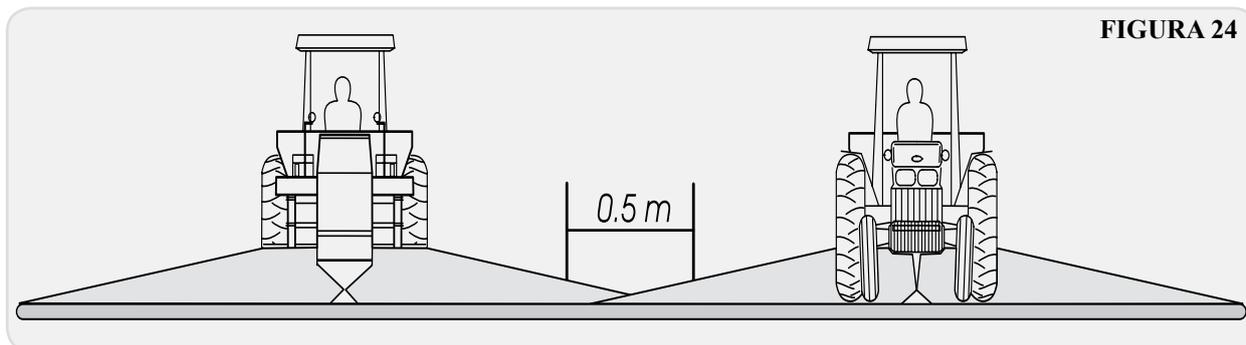

FIGURA 24
- b) Zona de sobreposição é a faixa onde o produto é remontado sobre uma faixa já aplicada (**FIGURA 24**). Considera-se geralmente 0,5m.